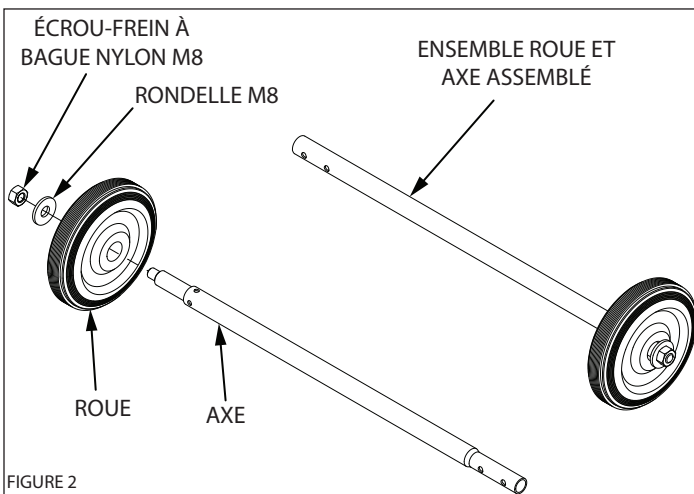

FIGURE 2
- Vis M6 x 1,0 x 28 (2)
- Rondelle plate M8 x 24 x 2,2 (12)
- Rondelle-frein élastique M8 (7)
- Rondelle bombée M8 x 30 (1)
- Rondelle-frein élastique M6 (2)
- Rondelle plate M10 (2)
- Écrou-frein à bague nylon M6 x 1,0 (2)
- Écrou-frein à bague nylon M10 (2)
- Mousqueton (4)
- Doigt de rechange 46 mm (1)
- Monter les roues sur l'axe (**VOIR FIGURE 2**). Pour chaque élément d'axe :